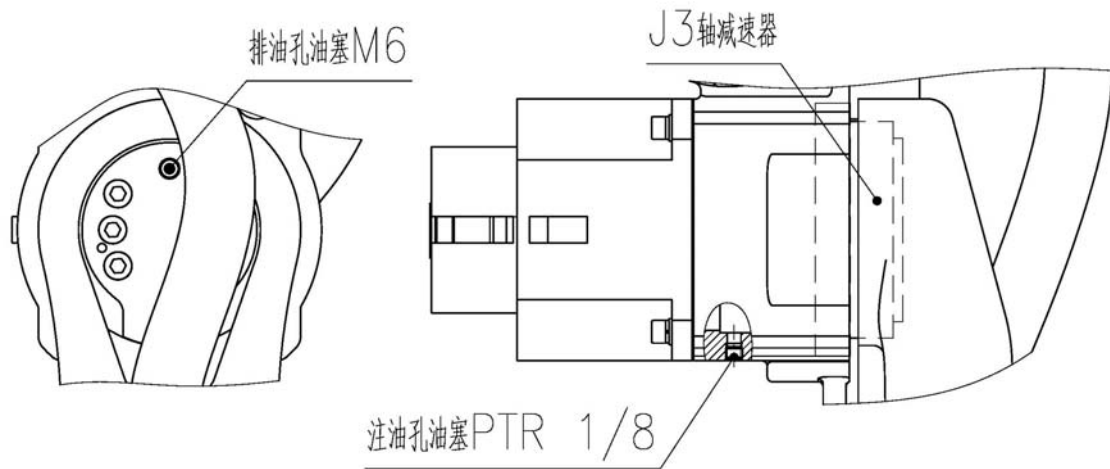

图 21 J3 轴减速机局部结构
(1) 油脂补充步骤（参考图 21）
- ④ 安装排油孔油塞前，低速运转 J3 轴几分钟，使多余的油脂从排油孔排出；
- ⑤ 用布擦净从排油孔排出的多余的油脂，在排油孔安装油塞。油塞的螺纹处要缠生胶带并用扳手拧紧。
(2) 油脂更换步骤（参考图 21）